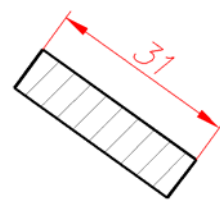

Рис. 5.5
**Ваш ответ**: Указать мышью начало второй выносной линии. Далее мышью указать местоположение размерной линии (рис. 5.5).